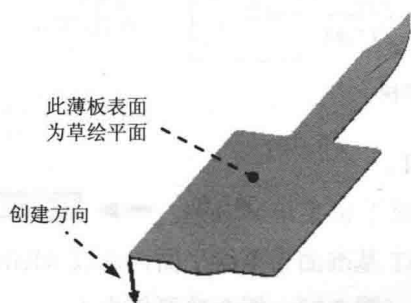
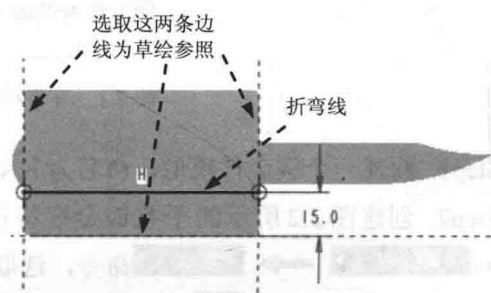

图 2.5 设置草绘平面
图 2.6 创建折弯线
(1) 选择下拉菜单 **插入(I)** → **折弯操作(B)** → **折弯(B)...** 命令。
(2) 选取折弯类型。在 **OPTIONS (选项)** 菜单中, 选择 **Angle (角度)** → **Regular (常规)** → **Done (完成)** 命令。
(3) 完成上步操作后, 系统弹出“折弯选项”信息对话框。在 **USE TABLE (使用表)** 菜单中, 选择 **Part Bend Tbl (零件折弯表)** → **Done/Return (完成/返回)** 命令。
(4) 在 **RADIUS SIDE (半径所在的侧)** 菜单中, 选择 **Inside Rad (内侧半径)** → **Done/Return (完成/返回)** 命令。
(5) 定义草绘平面。
① 选取图 2.5 所示的薄板表面为草绘平面; 在 **DIRECTION (方向)** 菜单中选择 **Okay (确定)** 命令, 接受图 2.5 所示的特征创建方向。
② 参照平面的方向为 **Right (右)**, 然后选取 **RIGHT** 基准面为参照平面。
(6) 创建折弯线。选取图 2.6 中的边线为草绘参照; 折弯线为图 2.6 所示的直线; 完成折弯线绘制后, 单击工具栏中的“完成”按钮 。